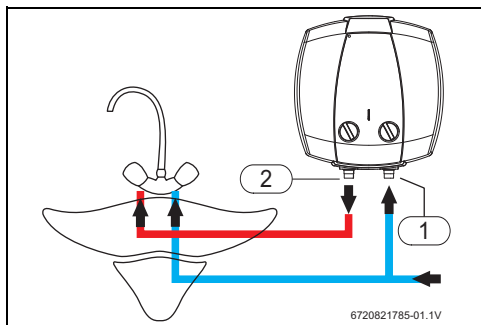

Fig. 7 Installation sur le lavabo
- Marquer les conduites d'eau froide et d'eau chaude de manière conforme pour éviter de les intervertir (fig. 7 et 8).